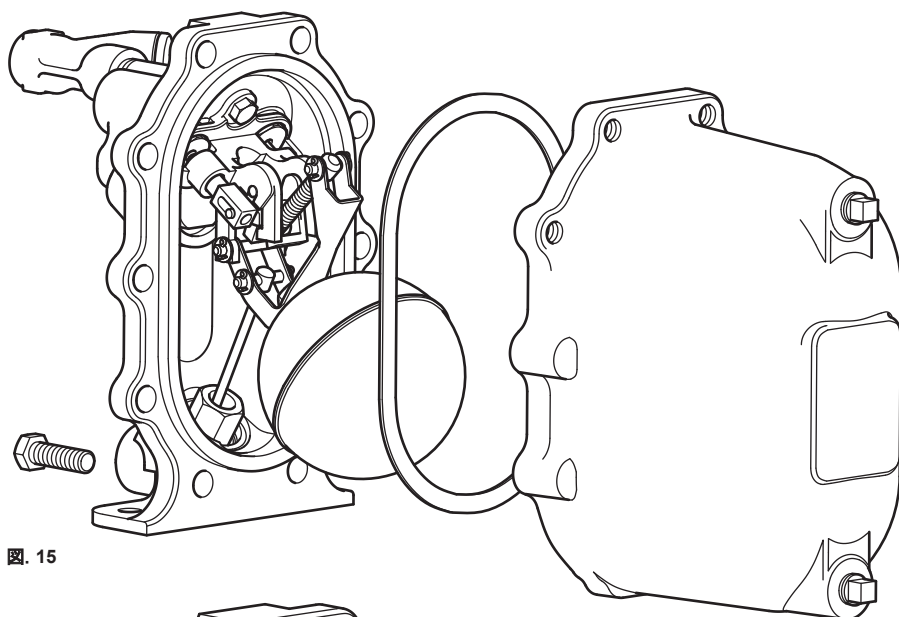

図. 15
1. カバーに接続している全ての配管を分離させます。19mm A/Fソケット・レンチを用いてカバー・ボルトを取外した後、カバー・アセンブリーをボディーから注意深くスライドさせます。(135mmの取外し距離が必要です。)カバー・アセンブリーを作業台に持ち上げてガスケット面との接触をさせて固定させます。(図15を参照)